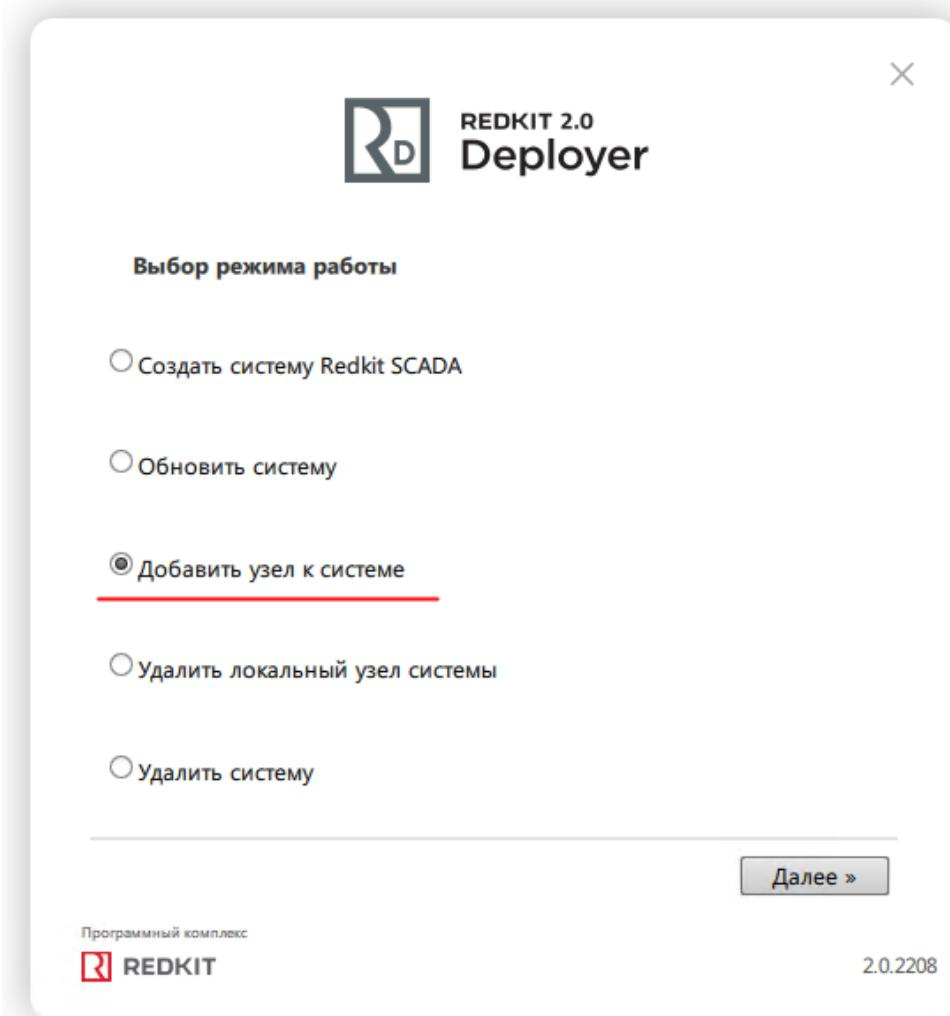

Рисунок 31 - Выбор режима работы
3. Выберите режим работы **Добавить узел к системе** и нажмите **Далее** (Рисунок 31).